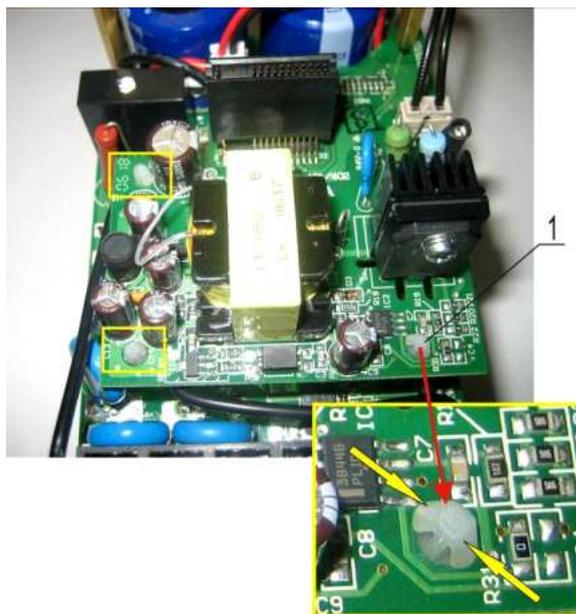

Рис. 6.8
- 6.6.4. Отсоединить стойки 1 от платы в соответствии с рис. 6.8. Снять плату питания. Положить плату в тару.
6.7.8. Перевернуть плату 1. Отсоединить поочередно от платы три стойки 4 (рис. 6.8 и 6.12). Положить стойки в тару.